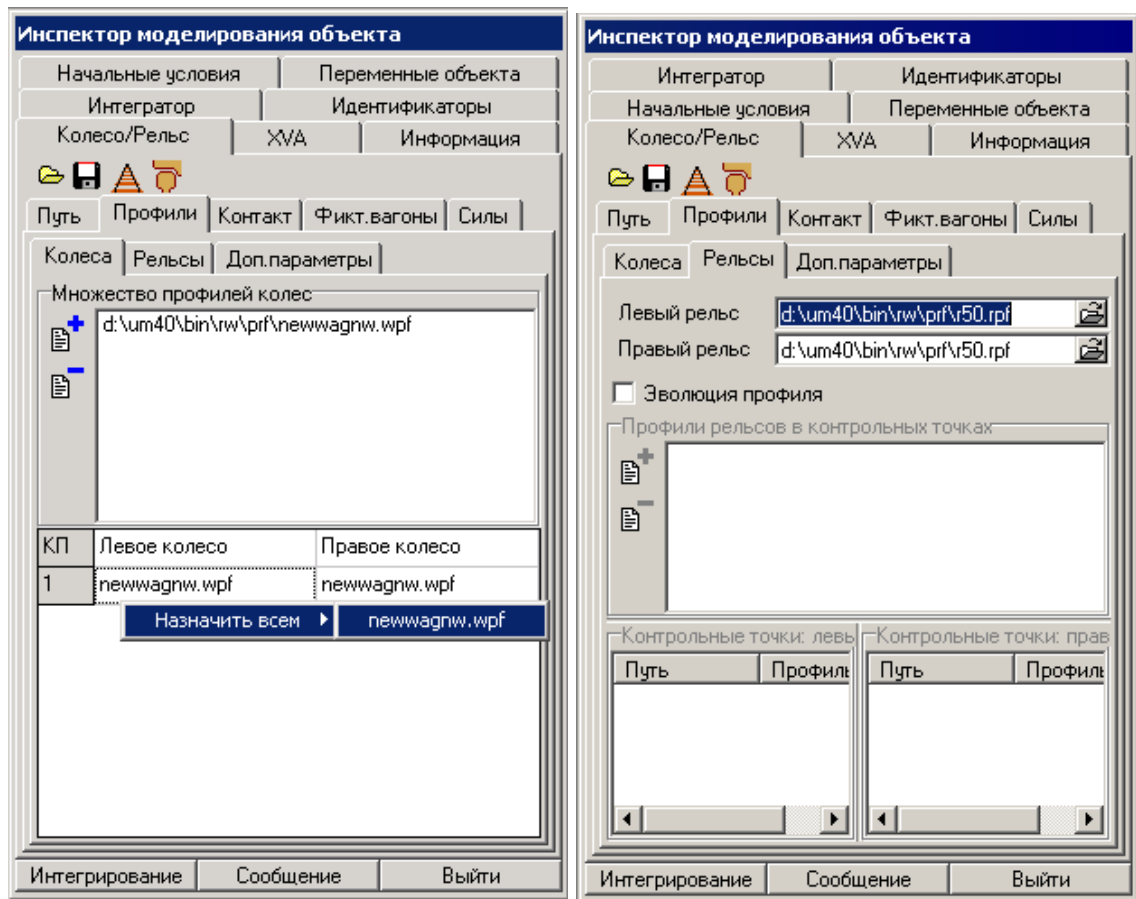

Рис. 2. Настройка профилей колес и рельсов
5. В таблице в нижней части окна, вызовите контекстное меню и выберите пункты меню **Назначить всем/newwagnw.wpf**, см. рис. 2.
7. В полях **Левый рельс** и **Правый рельс** выберите файлы нужный файл **\*.rpf**, например, **r50.rpf**, см. рис. 2.